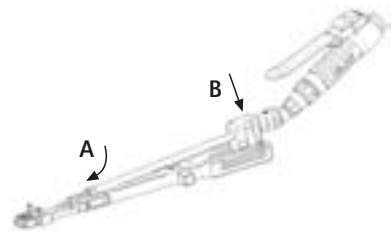

Fig. 5 Introduction de la pièce à main pour fraise dans le guidage de fraise
- **A:** Enfiler la pièce à main pour fraise **6** avec fraise serrée dans le trou de guidage antérieur du guidage de fraise **3**, voir Fig. 5.
- **B:** Enfiler les broches du bloc d'insertion **4** saillant latéralement dans les fentes de guidage arrière du guidage de fraise **3**, voir Fig. 5.